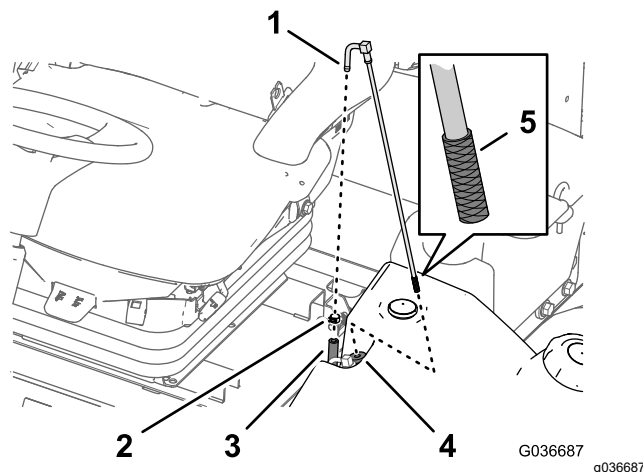

Figura 65
1. Îndepărtați clema de furtun care fixează furtunul de alimentare cu combustibil pe racordul tubului de colectare a combustibilului (Figura 65).
2. Îndepărtați furtunul de la racord (Figura 65).
3. Ridicați tubul de colectare a combustibilului din rezervorul de combustibil (Figura 65).
4. Curățați orice reziduuri de pe ecranul de la capătul tubului de colectare a combustibilului (Figura 65).
5. Introduceți tubul de colectare a combustibilului în rezervor prin buca din cauciuc (Figura 65).